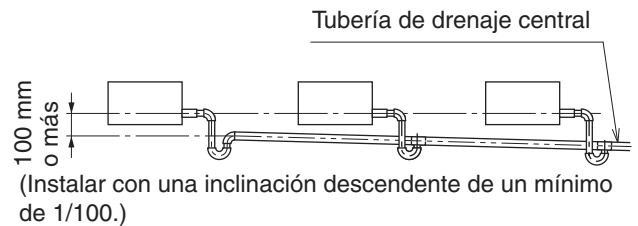

Fig. 7-2
- Procure que la tubería de drenaje sea lo más corta posible y que tenga una inclinación descendente con un gradiente mínimo de 1% para evitar que se formen bolsas de aire. (Refiérase a la Fig. 7-2)